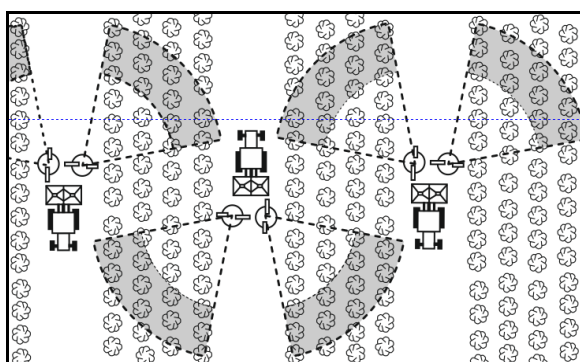

Fig. 20
5. Pouse o veio de transmissão no dispositivo de fixação previsto para o efeito (Fig. 20).